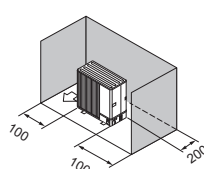

Fig. 2-8
- (3) Enbart hinder eller stängd yta på baksidan och sidorna (Fig. 2-8)